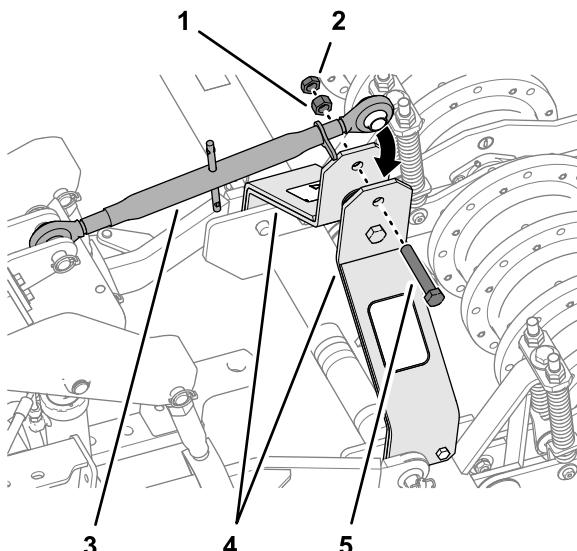

**Figura 17**
4. Posizionate l'arieggiatore in modo che i bracci degli attacchi inferiori del trattorino siano allineati ai perni dei bracci di sollevamento dell'arieggiatore (Figura 17).
5. Montate i bracci degli attacchi inferiori sui perni dei bracci di sollevamento e fissate i bracci con gli acciarini (**Figura 17**).